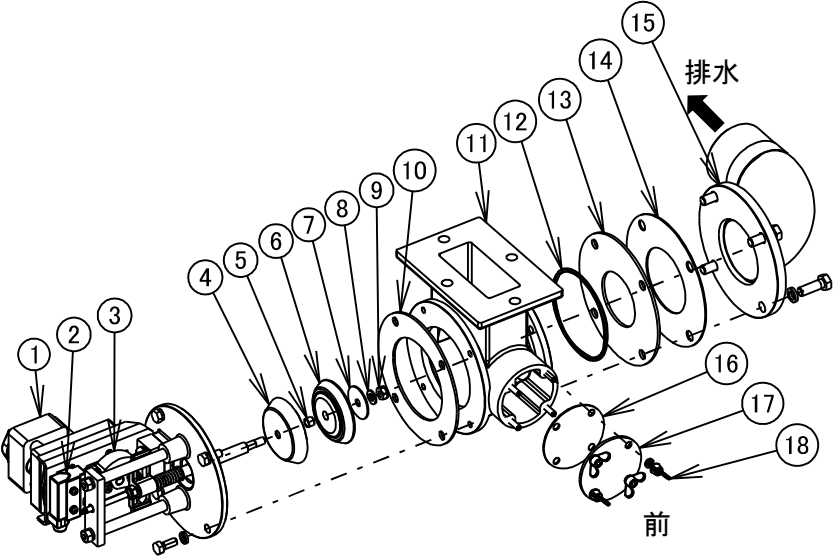

図 8-12
8. 3. 7 排水弁(図 8-12)
4) 排水弁補助弁の交換(図 8-12)
- ・ ①モータと②リミットスイッチのケーブルコネクタを外します。①モータアース線を外します。
- ・ ボルト(M8)を緩めて①～⑩一体品を取り外します。
- ・ ⑩U ナット(M8)を緩めて⑤～⑧弁部をシャフトから取り外します。
- ・ ⑥排水弁補助弁の中央にはまっている⑤排水弁スペーサを取り外し新しい⑥排水弁補助弁に取り付けます。
- ・ ⑤～⑧弁部をシャフトに逆の手順で組み付けます。
- ・ ①～⑩一体品をボルト(M8)で組み付けます。
- ・ ①モータと②リミットスイッチのケーブルコネクタ及び、①モータアース線を接続します。
- ・ ③排水弁マイクロカムの回転方向と排水弁の動作確認を行うこと。